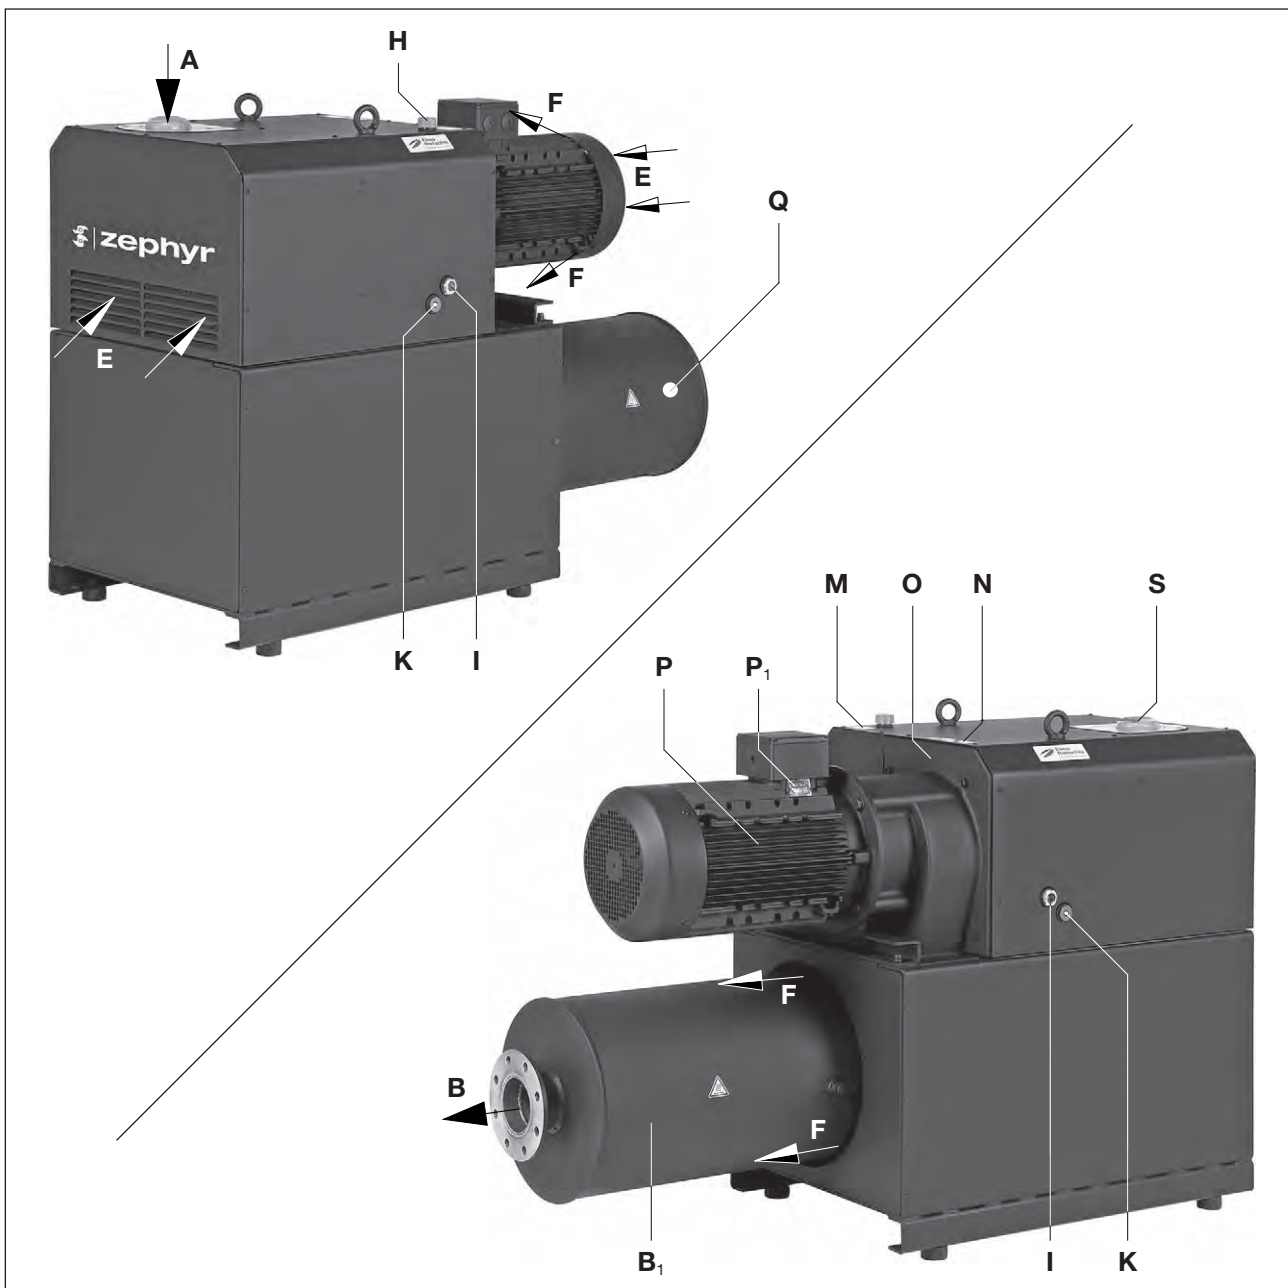

Abb. 2 Vakuumpumpe C-VLR 1000
Die Type C-VLR 1000 hat saugseitig einen Anschlussflansch und druckseitig einen Ausblasschalldämpfer (Abb. 2/B1). Die angesaugte Luft wird durch einen Siebfilter (Abb. 2/S) gereinigt.
Die VLR 1000 ist durch eine Dämmhaube gekapselt. Um die Verdichtungswärme abzuführen, wird die Kühlluft mit Hilfe eines Trommellüfters, welcher die frische Kühlluft (Abb. 2/E) ansaugt und die erwärmte Luft am Kühlluftaustritt (Abb. 2/F) ausbläst, zwischen dem Verdichter und der Haube hindurchgesaugt.
Öl-Einfüllstelle (Abb. 2/H), Öl-Schaugläser (Abb. 2/I) und Öl-Ablässe (Abb. 2/K) müssen leicht zugänglich sein.
Die Kühlluft-Eintritte (Abb. 2/E) und die Kühlluft-Austritte (Abb. 2/F) müssen mindestens 30 cm Abstand zu benachbarten Wänden haben. Austretende Kühlluft darf nicht wieder angesaugt werden. Für Wartungsarbeiten ist vor dem Siebfilter (Abb. 2/S) min. 40 cm Abstand vorzusehen.
- a) Folien am Vakuumanschluss (Abb. 2/A) entfernen und Siebfilter (Abb. 2/S) mit der Wölbung nach oben einlegen.
- c) Die abgesaugte Luft kann durch den Ausblasschalldämpfer bei (Abb. 2/B) ausgeblasen oder über den Flansch und eine Leitung weggeführt werden.
- a) Das Schmieröl (geeignete Sorten siehe "Wartung") für die Zahnräder und Lager an der Öleinfüllstelle (Abb. 2/H) bis zur Mitte an den Schaugläsern (Abb. 2/I) auffüllen.
- a) Die elektrischen Motordaten sind auf dem Datenschild (Abb. 2/N) bzw. dem Motordatenschild (Abb. 2/P1) angegeben. Die Motoren entsprechen DIN EN 60034 und sind in Schutzart IP 55 und Isolationsklasse F ausgeführt. Das entsprechende Anschlusschema befindet sich im Klemmenkasten des Motors (entfällt bei Ausführung mit Stecker-Anschluss). Die Motordaten sind mit den Daten des vorhandenen Stromnetzes zu vergleichen (Stromart, Spannung, Netzfrequenz, zulässige Stromstärke).
Im betriebswarmen Zustand können die Oberflächentemperaturen an den Bauteilen (Abb. 2/Q ... 4/Q) über 70°C ansteigen.
- ▷ Die vorgesehene Drehrichtung der Antriebswelle ist durch den Drehrichtungspfeil (Abb. 2/O) auf dem Motorflansch gekennzeichnet.